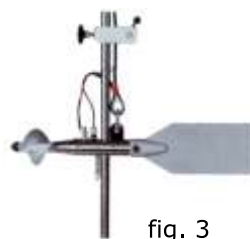

fig. 3
3. Utilización de una aleta-timón fijada al molinete mediante una pinza especial (fig. 3).